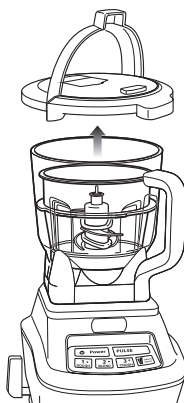

Fig. 6
- 10 Pour retirer le couvercle, tirez sur la poignée du couvercle à un angle de 90° et soulevez celui-ci. (Fig. 6)